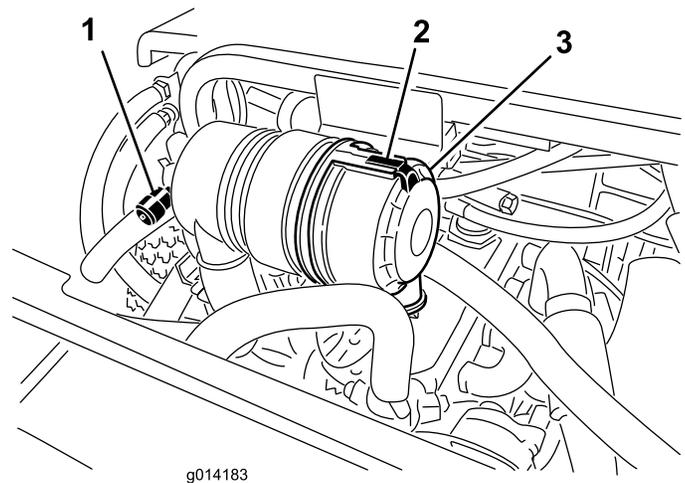

Bild 25
Warten Sie den Luftfilter nur, wenn die Wartungsanzeige dies angibt (Bild 25). Das frühzeitige Auswechseln des Luftfilters erhöht nur die Gefahr, dass Schmutz in den Motor gelangt, wenn Sie den Filter entfernen.
1. Lösen Sie die Lasche, mit der die Abdeckung des Luftfilters am Luftfilterkörper befestigt ist (Bild 25).